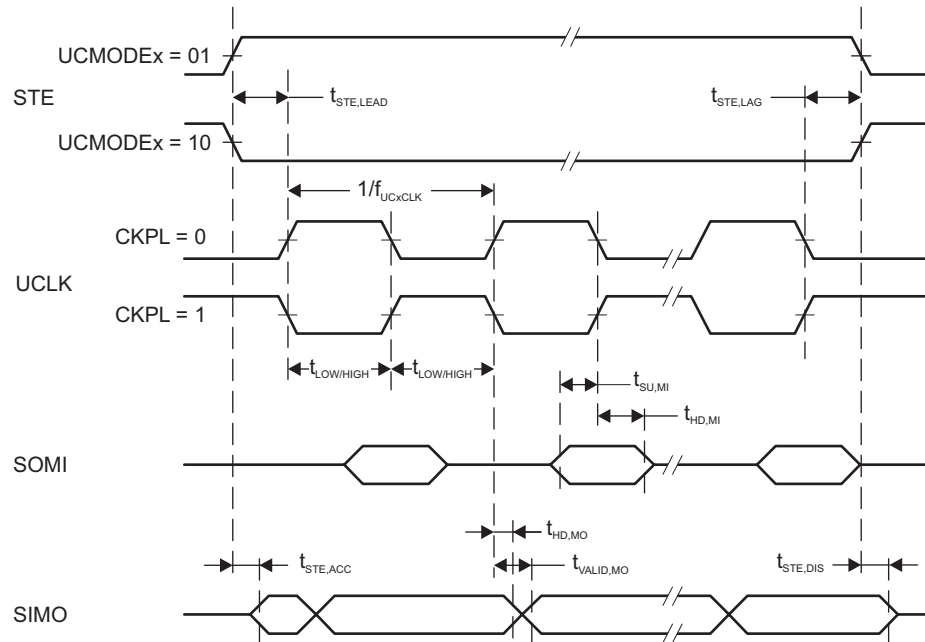
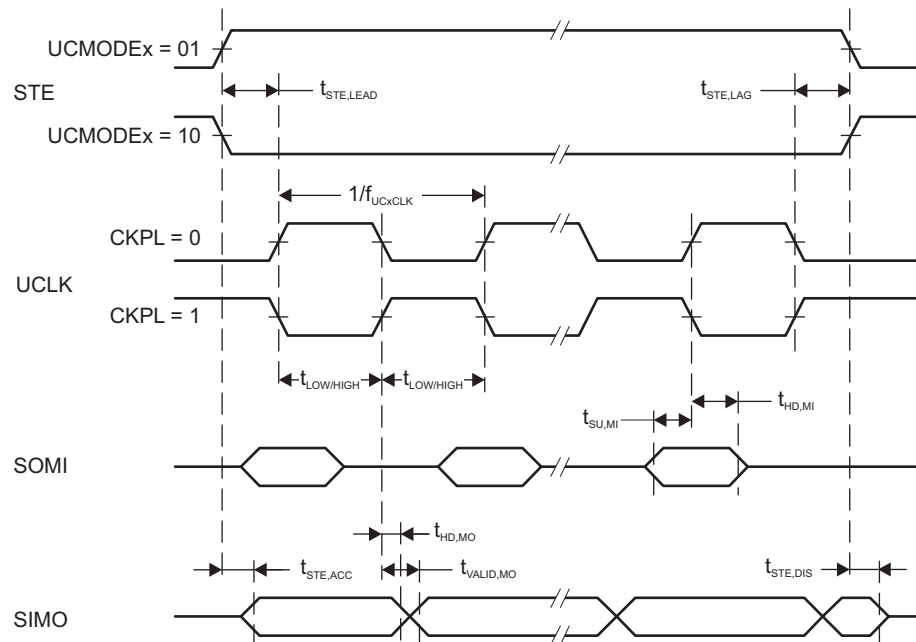

Figure 5-69. SPI Master Mode, CKPH = 0
Figure 5-70. SPI Master Mode, CKPH = 1
(1) f_{UCxCLK} = 1 / (2t_{LO} / HI), t_{LO} / HI = MAX (t_{VALID, MO} (eUSCI) + t_{SU, SI} (从机), t_{SU, MI} (eUSCI) + t_{VALID, SO} (从机)) 对于从机参数t_{SU, SI} (从站)和t_{VALID, SO} (从站), 请参见所连接从站的SPI参数。
(2) 指定在输出改变UCLK时钟沿之后将下一个有效数据驱动到SIMO输出的时间。请参见图5-69和图5-70中的时序图。
(3) 指定输出改变UCLK时钟沿后SIMO输出上的数据有效的时间。负值表示在UCLK上观察到输出更改时钟沿之前, SIMO输出上的数据可能无效。请参见图569和图5-70中的时序图。